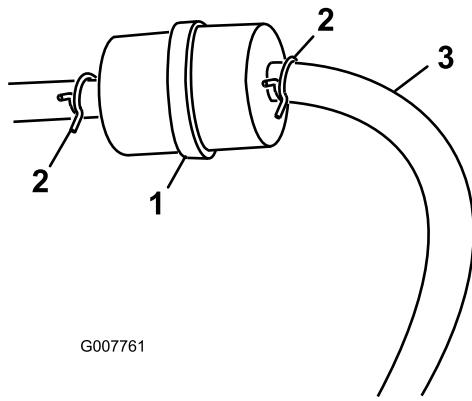

Figura 27
3. Premete le estremità delle fascette stringitubo ed allontanatele dal filtro (Figura 27).
5. Montate un nuovo filtro ed avvicinate le fascette stringitubo al filtro (Figura 27).
3. Allentate la fascetta stringitubo e spostatela in alto sul tubo del carburante, lontano dal filtro del carburante (Figura 27).
4. Scollegate il tubo del carburante dal filtro del carburante (Figura 27).
- Nota:** Lasciate spurgare la benzina in una tanica apposita o in una bacinella (Figura 27).
del carburante, per fissare il tubo del carburante (Figura 27).